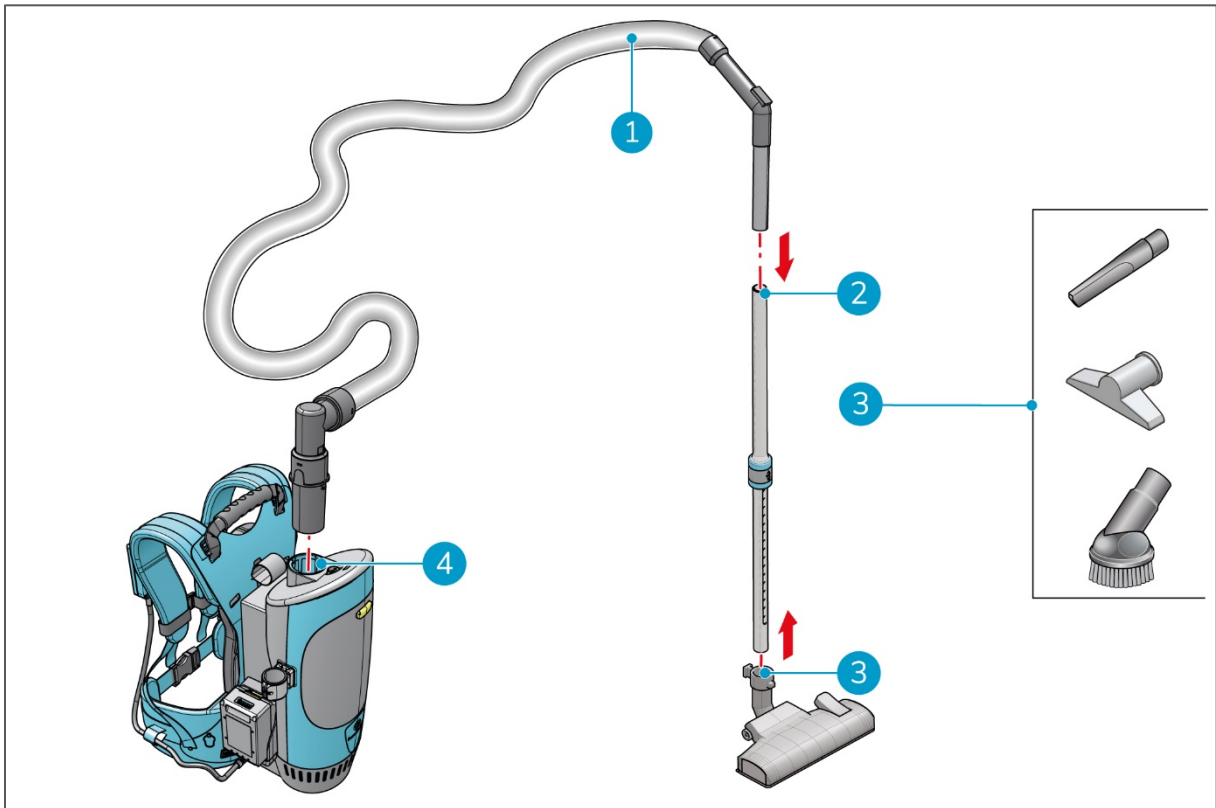

Abbildung 7
1. Führen Sie den Schlauch (Abbildung 7, Pos. 1) in das Gehäuse des i-move 2.5B® (Abbildung 7, Pos. 4) und in das Saugrohr (Abbildung 7, Pos. 2) ein.
2. Bringen Sie die gewünschte Düse (Abbildung 7, Pos. 3) am schmalen Saugrohrende an.